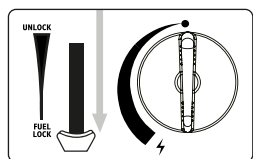
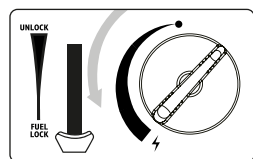

Fig. 3
Fig. 4
3. Druk de hendel (6) van het gaspatroon naar beneden (fig. 3) en sluit het deksel van het gaspatroon.
4. Als u een „sissend“ geluid hoort, is de gaspatroon niet goed geplaatst. Probeer het apparaat niet te ontsteken, maar zet de hendel (6) in de stand „Ontgrendelen“ en herhaal de stappen (1-4).
5. Druk en draai de bedieningsknop (8) volledig in de ontstekingspositie totdat deze vastklikt (fig. 4). Herhaal dit proces totdat de brander ontsteekt.